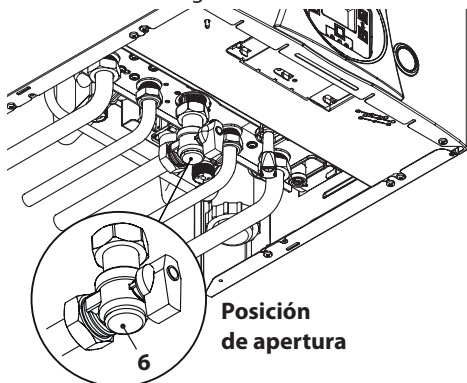

Figura 6.1
- Abra la llave del contador de gas y la de la caldera 6 en la Figura 6.1.